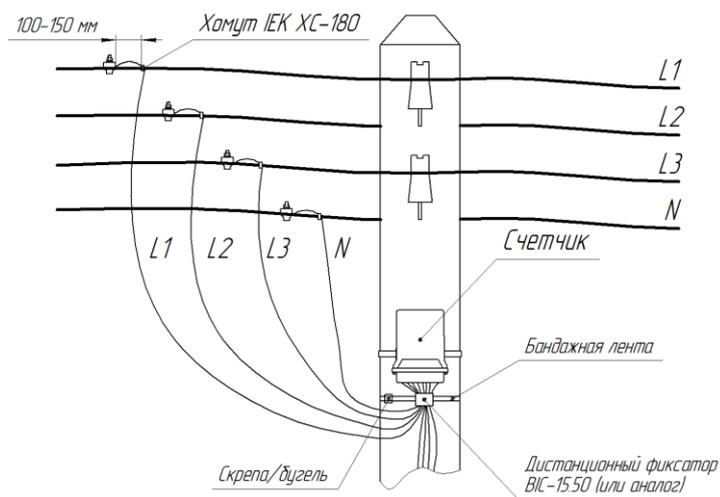

Рисунок 3.3 – подключение счетчика проводом СИП
5) Предусмотреть запас проводов СИП (вход/выход на счетчике) длиной (100 – 150) мм для дальнейшего обслуживания счетчика (протяжка винтов и т.д.). Обязательно зафиксировать провода СИП атмосферостойким хомутом перед счетчиком вдоль опоры ВЛ-0,4 кВ (см. рисунок 3.3).
6) Провода СИП подключить к линии ВЛ-0,4 кВ с помощью прокалывающих зажимов (проколов). Скрутка проводов строго запрещена! Обязательно место контакта зачистить от пыли, пленок, окислов и смазать токопроводящей кварце-вазелиновой пастой (например, ПКВ). Обязательно зафиксировать провод СИП атмосферостойким хомутом, например, ПЕК ХС-180 (УНН21-Д6-180-100), перед зажимом вдоль линии ВЛ-0,4 кВ (см. рисунок 3.3).